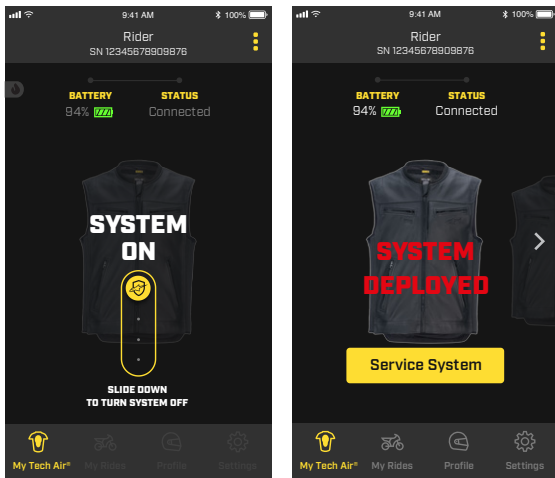

図19
走行中は「SYSTEM ON」モードがアクティブになり、安全上の理由から、ユーザーはアプリの機能のほとんどにアクセスできなくなります。オフロードでの激しいライディング中など、ユーザーがシステムを無効にする必要がある場合、アプリのスライドアイコンを使用してシステムをオフにすることができます(図19)。再アクティブ化するには、アクティベーショ
ンジップ (1) を開閉します。デプロイが完了すると、アプリは図 19 に示すように「SYSTEM DEPLOYED」という文言とともに関連するステータスを表示する。